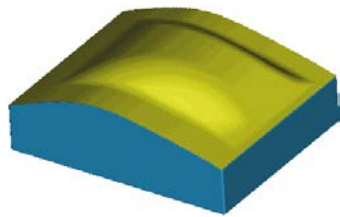

图 4.5.11 2D 仿真结果
Step2. 在“固定轮廓铣”对话框中单击“确认”按钮，在系统弹出的“刀轨可视化”对话框中单击 2D 动态 选项卡，单击“播放”按钮，即可演示刀具按刀轨运行，完成演示后的模型如图 4.5.11 所示，单击 **确定** 按钮，完成仿真操作。